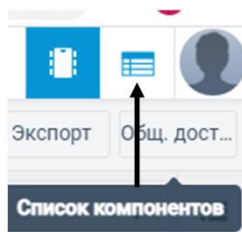

Рисунок 2.
12. Сохраните изображение схемы (в рабочем состоянии) и результатов моделирования в рабочую папку Олимпиады: скриншот схемы цепи с измерительными приборами в файле **shema.doc** и скриншот со списком компонентов в файле **komponent.doc** или файл **komponent.xls** (используя опцию «Список компонентов» (рис. 2)).